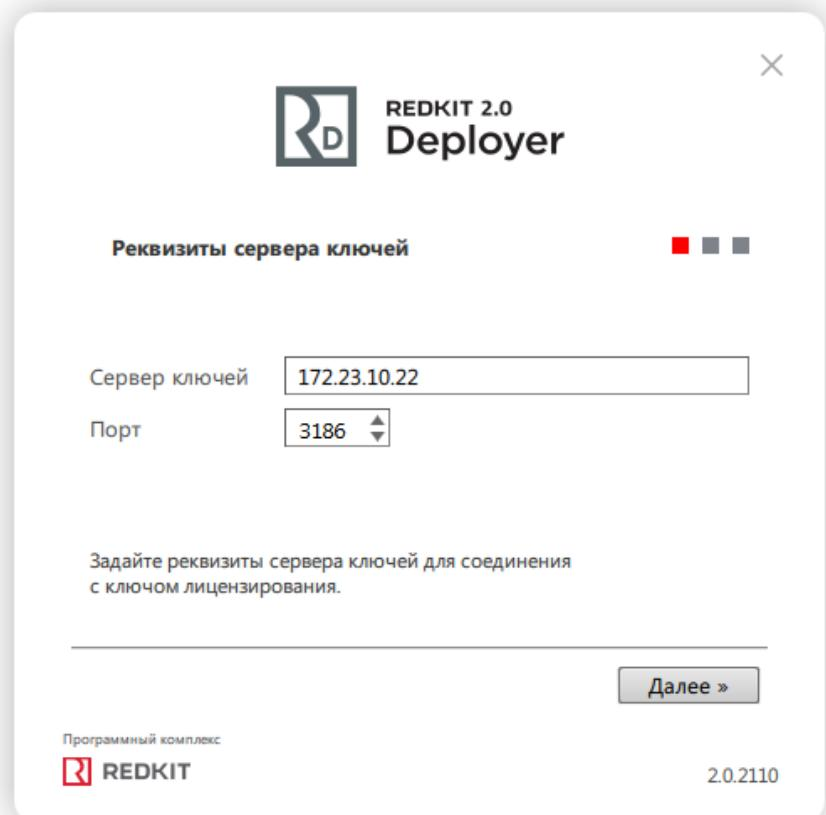

Рисунок 227 - Реквизиты сервера ключей
3. Укажите IP-адрес и порт основного сервера ключей (Рисунок 227).